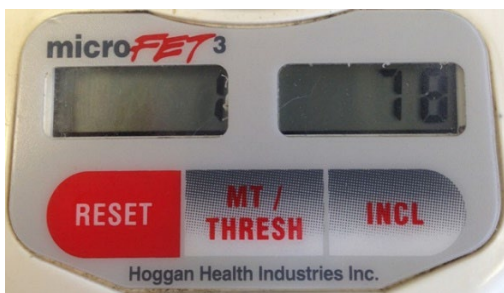

Bild 8. Exempel på sparad resultat från inklinometer-test
- Apparaten visar vinkelmätningen på höger display och testnumret på vänster display (se bild 8). Testresultaten för vinkel visas som heltal.